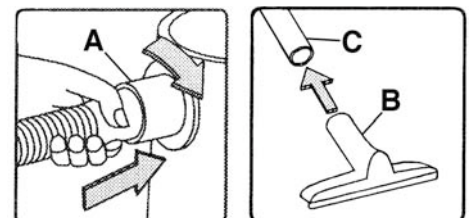

FIGURE 7
- 1) Vissez le bout fileté du boyau souple (A) Fig.7 à l'entrée de l'aspirateur (à l'avant de l'aspirateur) et serrez-le en place en tournant dans le sens horaire, Ne pas trop serrer.
- 3) Fixez soit l'embout tout usage (B) Fig.7 ou l'embout à bec à l'autre bout de la rallonge (C).